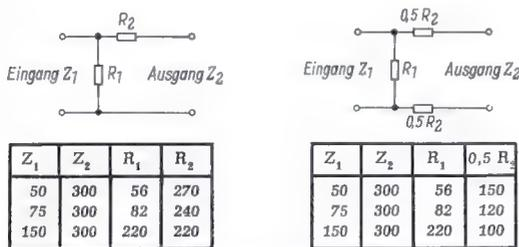

Bild 1. Anordnung und Berechnung von L-Gliedern samt einigen berechneten Werten
In Bild 1 ist das Prinzip des Eidophor-Verfahrens erläutert. Die Xenonbogenlampe 1 beleuchtet das Bildfenster 3 gleichmäßig und wird über den Kondensator 2 auf den Spiegelstreifen 5 a...c abgebildet. Die Linse 4 gibt das Bildfenster 3 über diese Spiegelstreifen (auch Spiegelbarren genannt) auf dem Hohlspiegel 6 wieder. Da das Zentrum des Spiegelbarrensystems 5 mit dem Zentrum des Hohlspiegels 6 zusammenfällt, wird das Barrens-system in sich selbst abgebildet, so daß das von jedem Punkt der Bildfensteröffnung 3 kommende Licht, das auf einen Spiegelstreifen
In Bild 1 ist ferner das System 11 angedeutet, das den Elektronenstrahl 10 erzeugt. Dieser überstreicht die Ölschicht zeilenförmig nach Art des Fernsehstrahlers je nach Norm (mit 405, 525, 625 oder 819 Zeilen) mit konstanter Stromstärke und bringt auf diese Art eine entsprechende Ladung auf. Wird nun
In Bild 7 ist die stufenförmige Anordnung der Spiegelbarren gut erkennbar (im Bild sieht man die Spiegelbarren betriebsmäßig mit der Projektionsoptik zusammengebaut). Bei dieser Anordnung wird vermieden, daß die Hälfte des von der Lichtquelle gegen das Spiegelbarrensystem geworfenen Lichtes durch die Zwischenräume fällt – dieses geht also nicht verloren, denn das Spiegelbarrensystem erscheint, von der Beleuchtungsseite her gesehen, als eine zusammenhängende, lückenlose Fläche, während von der Seite des Hohlspiegels her die Zwischenräume für den Durchlaß des von der deformierten Ölschicht abgelenkten Lichtes sichtbar sind (vgl. auch Bild 1).
Das einfachste unter den Widerstandsgliedern ist das L-Glied nach Bild 1, das in seiner einfachsten Form aus zwei Widerständen besteht und notwendigerweise unsymmetrisch ist. Widerstand  $R_1$  liegt parallel zu Ein- und Ausgang,  $R_2$  im Zuge einer der Verbindungen zwischen Ein- und Ausgang. Daneben ist die rechts dargestellte Form möglich, bei der ein Widerstand vom halben Wert von  $R_2$  in jeder der Verbindungen zwischen Ein- und Ausgang liegt.
Zur Berechnung eines solchen L-Gliedes geht man von den Ansätzen der Formeln (1) und (2) aus und gelangt zu den Formeln (3) und (4), die rechts nur noch die Werte der Eingangs- und Ausgangsimpedanz  $Z_1$  und  $Z_2$ , nicht aber Widerstandswerte enthalten. Die Tabellen bei Bild 1 lassen die Größen der Widerstände für einige gangbare Impedanzwandlungen der amerikanischen Fernseh-technik erkennen.
Normalerweise wird die Anlage einkanalar betrieben. Da jedoch drei Resonanzfrequenzen einstellbar sind, kann mit einem kleinen Zusatzgerät, das einfach an Sender und Empfänger angesteckt wird, ein echter Mehrkanalbetrieb durchgeführt werden. Man könnte dann das Seiten- und Höhenruder getrennt betätigen und außerdem noch die Motordrosselung fernsteuern. Außer dem Dreikanalzusatz gibt es für den Sender noch ein Kabel mit einer handlichen Fernaste und ein Batteriekabel zum Anschließen des Senders an die Autobatterie oder eine andere 6-V-Gleichspannungsquelle. Wie Bild 1 zeigt, kann die Antenne abgewinkelt werden, so daß man den Sender beispielsweise auf das Autodach legen kann.
Bild 1. Die Teleskopantenne des Senders kann bis zu  $90^\circ$  abgewinkelt werden, so daß man den Sender z. B. auf das Autodach legen und mit der Fernaste bedienen kann. Das zweite Kabel des Senders ist hier zur Stromversorgung an die Autobatterie (Steckdose) angeschlossen